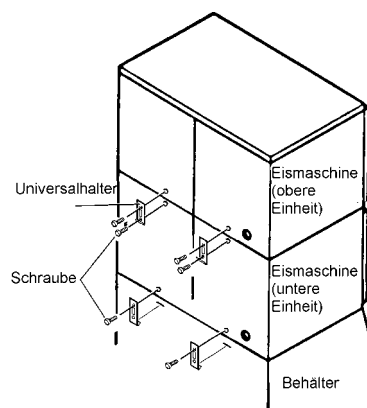

Abb. 4
5. STAPELN VON ZWEI EISMASCHINEN - Siehe Bild 4 & 5